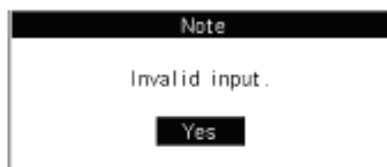

Abbildung 5-29 Eine Dialog-Box mit Hinweis auf einen fehlerhaften Eintrag
5. Sind einige eingegebene Grenzen unzulässig, erscheint die in Abbildung 5-29 dargestellte Dialog-Box. **KLICKEN** Sie auf "Ja" und geben Sie erneut eine zulässige Nummer ein;